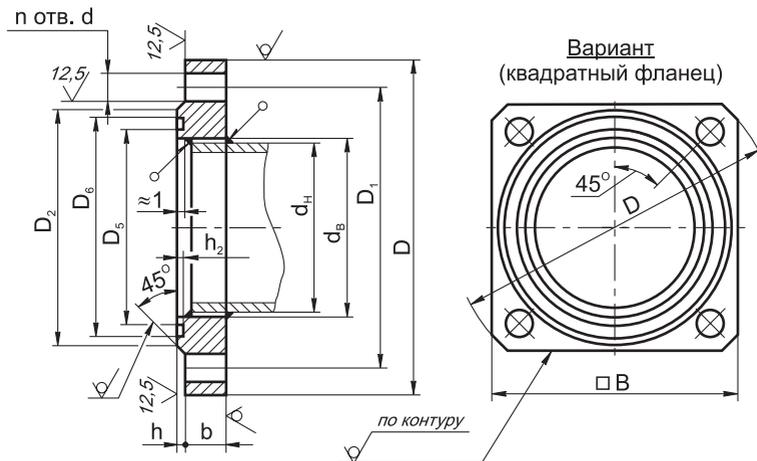

Рис. 4. Фланцы по ГОСТ 33259-2015 (исполнение уплотнительных поверхностей - D)
4.2.7 Для уплотнения фланцевого соединения корпуса клапана с трубопроводом рекомендуется применять кольцо уплотнительное по ГОСТ 9833 или прокладку из паронита по ГОСТ 15180. Ответные фланцы - стальные приварные по ГОСТ 33259-2015 (Рис. 4, табл. 2).